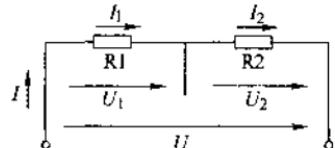

图 1-7 电阻的串联
(1) 电阻的串联电路。把两个或两个以上电阻依次连接, 组成一条无分支电路, 这样的连接方式叫做电阻的串联, 如图 1-7 所示。